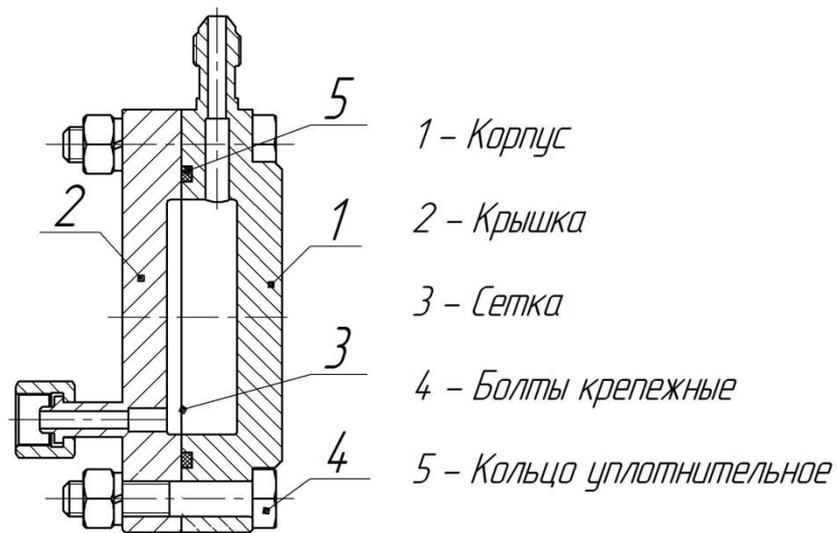

Рисунок 21 – Фильтр
3.1.4 Фильтр (см. рисунок 21) выполняет функцию очистки одоранта от механических примесей. В конструкции для фильтрации используется сетчатый фильтр 3 из сетки П200-12Х18Н9Т по ГОСТ 3187, зажатой между корпусом 1 и крышкой 2. Конструкция фильтра допускает периодическую чистку и замену сетки из комплекта запасных частей.